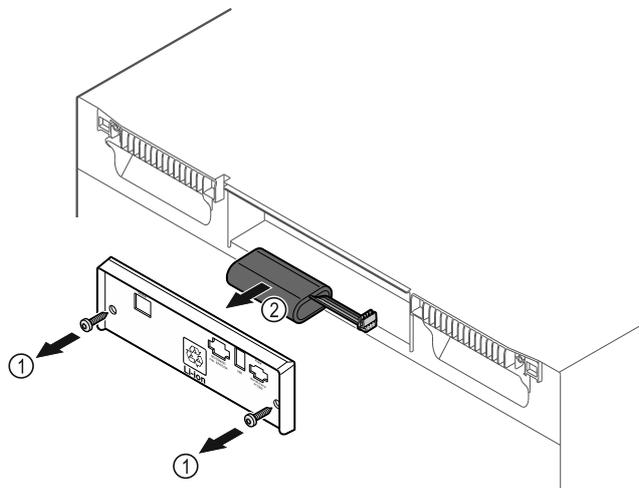

Fig. 228
- ▶ Dévisser les vis et retirer le couvercle situé à l'arrière de l'appareil Fig. 228 (1).
- ▶ Débrancher et retirer la batterie Fig. 228 (2).